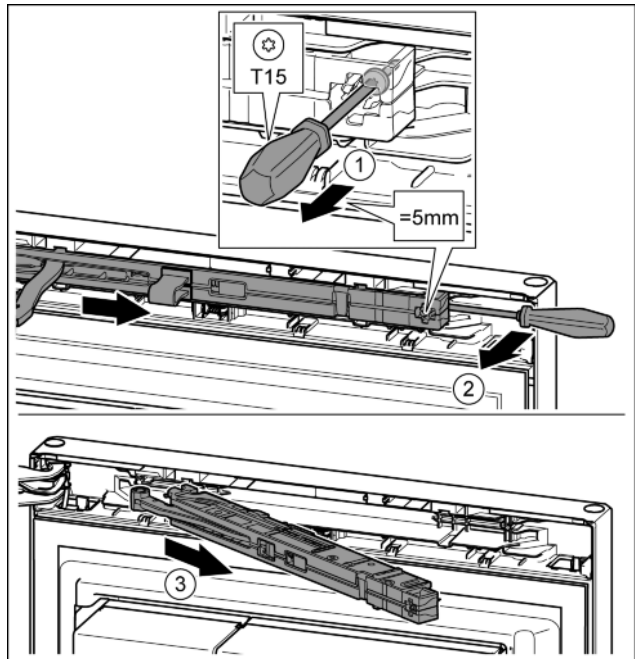

Fig. 14
- Schroef op de sluitdempereenheid met schroevendraaier T15 ca. 5 mm losdraaien. *Fig. 14 (1)*
- Een schroevendraaier aan de kant van de handgreep achter de sluitdempereenheid plaatsen en naar voren draaien. *Fig. 14 (2)*
- Sluitdempereenheid eruit trekken. *Fig. 14 (3)*